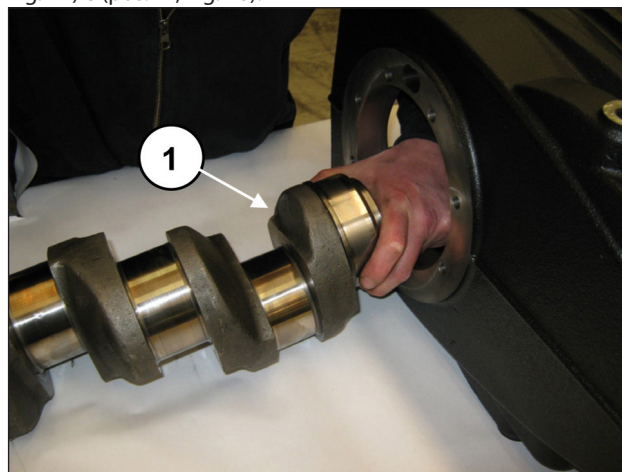
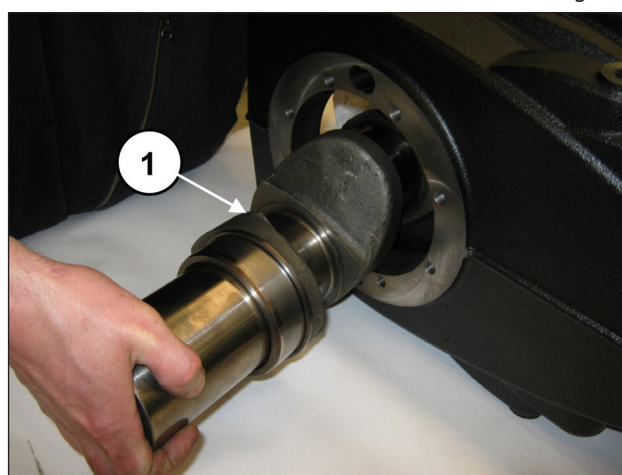

Fig. 47
Fig. 48
Inserire l'albero dal lato PTO prestando attenzione a non urtare i fusti delle bielle montati precedentemente (pos. ①, Fig. 47) e (pos. ①, Fig. 48).